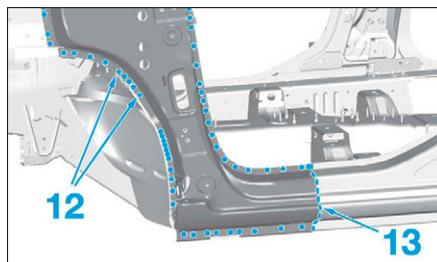

FIG. 53
- par points bouchons MAG en (12) (Fig.53),
- par cordon MAG en (13).